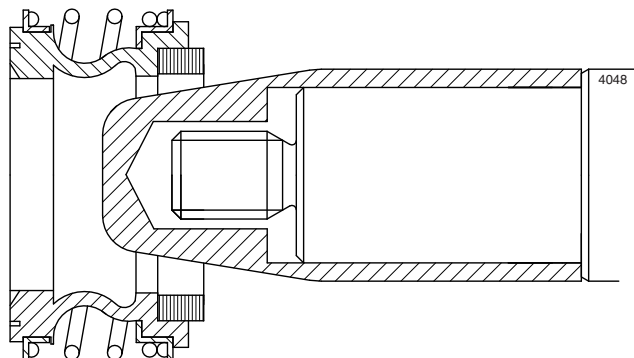

Рисунок 11: Специальная монтажная втулка.
- *Специальные инструменты: Монтаж узла механического уплотнения облегчается при использовании специальной конической монтажной втулки. При этом острые края вала прикрываются таким образом, что вероятность повреждения уплотнения при сборке понижается. См. рисунок 11.*